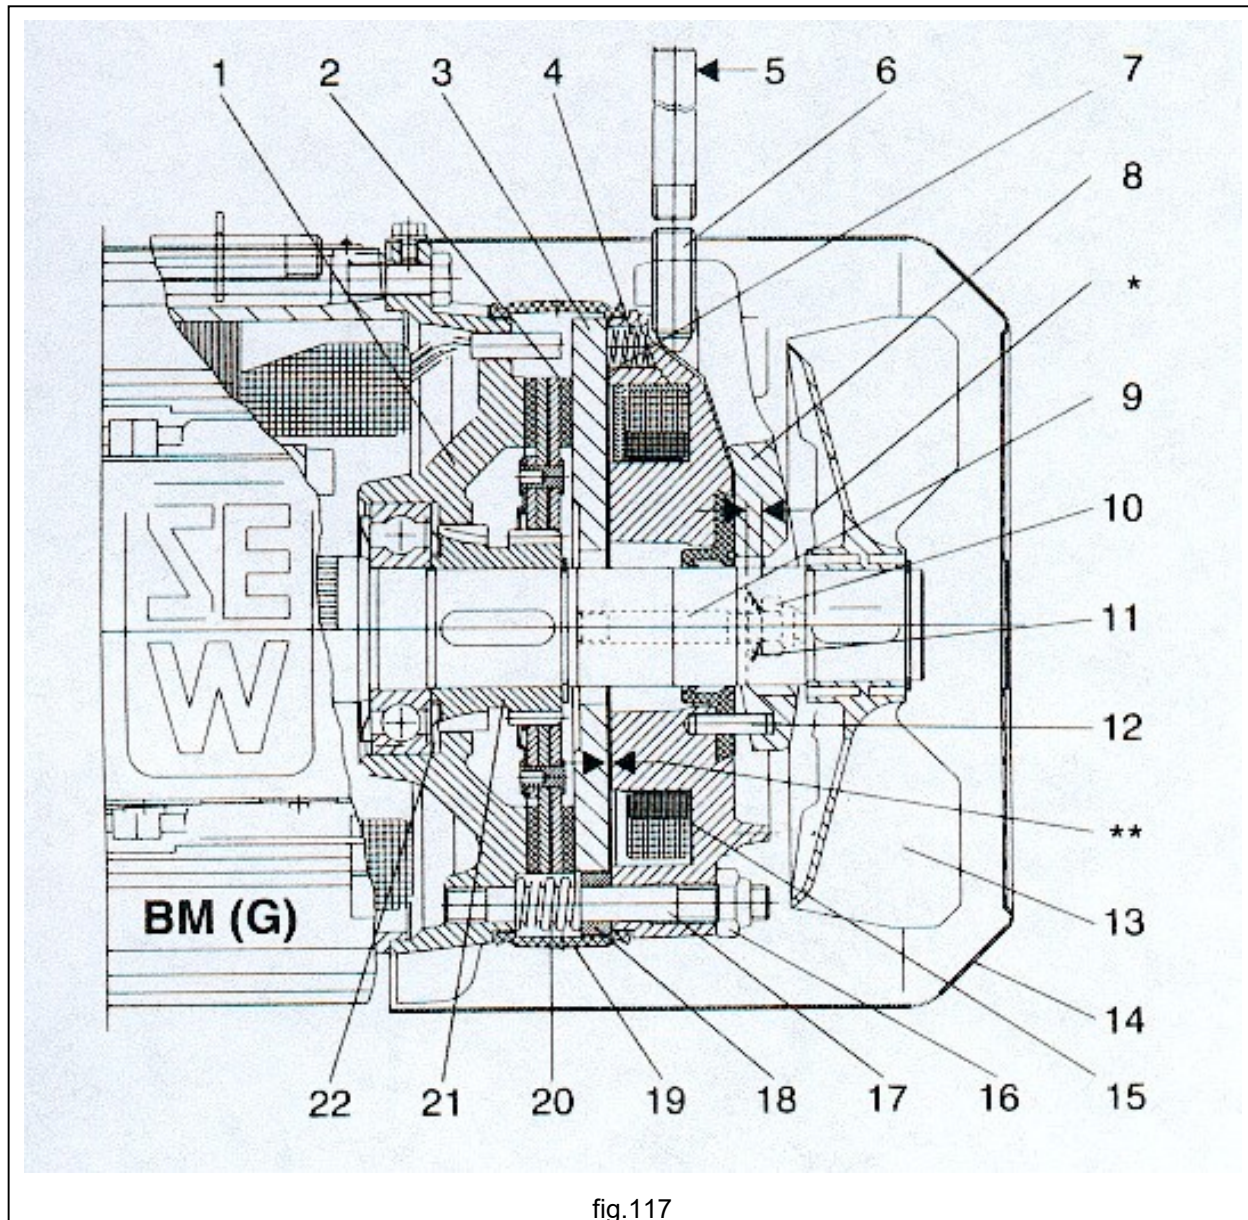

fig.117
- Cuando el entrehierro excede el valor máximo indicado (fig.117) es necesario ajustar el freno con el siguiente procedimiento:
- El par de frenado se puede modificar, montando diferentes cantidades y tipos de resortes, como se describe a continuación (fig.117):